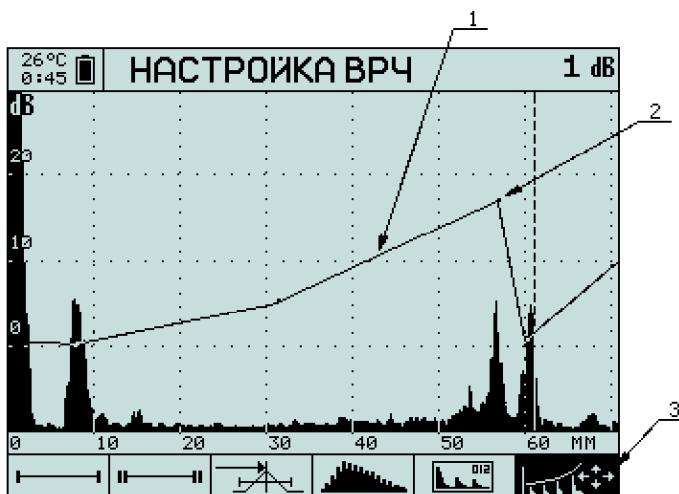

Рисунок 3.11 – Экран прибора при настройке ВРЧ:
3.5.10 Нажмите « MENU». Появится режим «НАСТРОЙКА ВРЧ», пиктограмма изменится на (рис. 3.11).